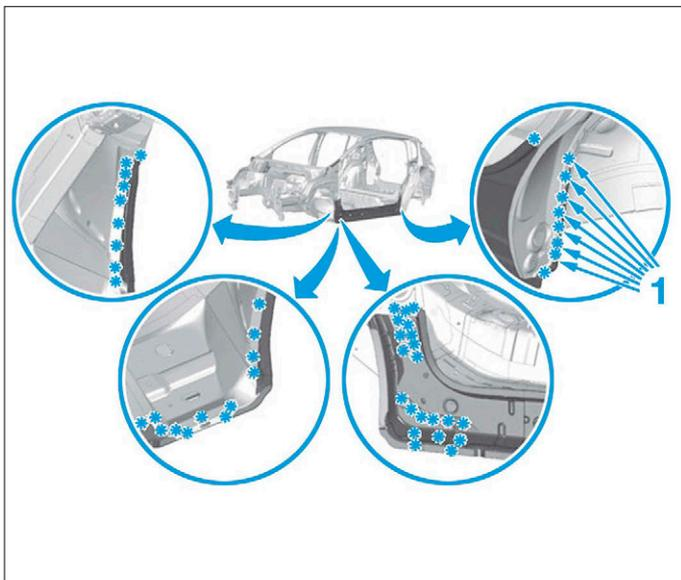
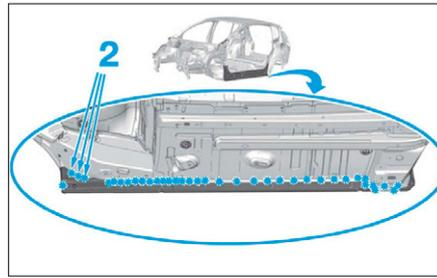
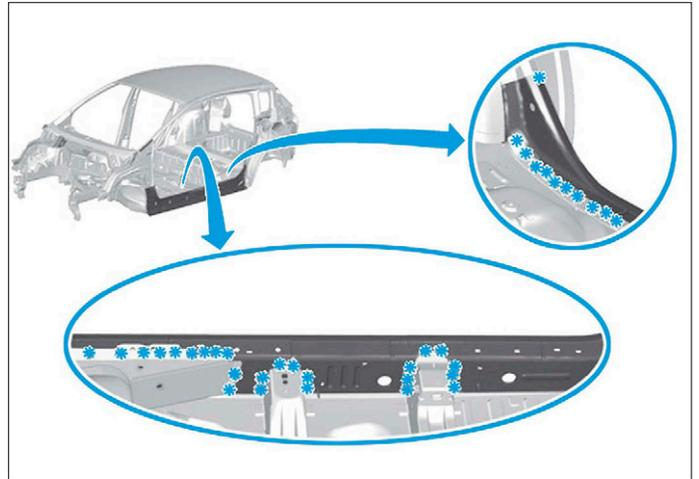
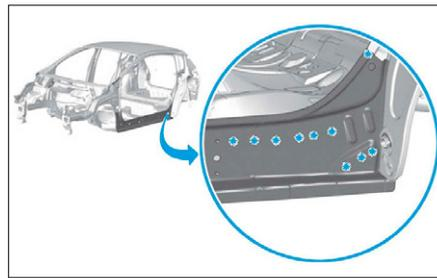

FIG. 103
FIG. 104
FIG. 105
FIG. 106
- Dépointer et fraiser comme illustré (Fig.103), (Fig.104), (Fig.105) et (Fig.106).